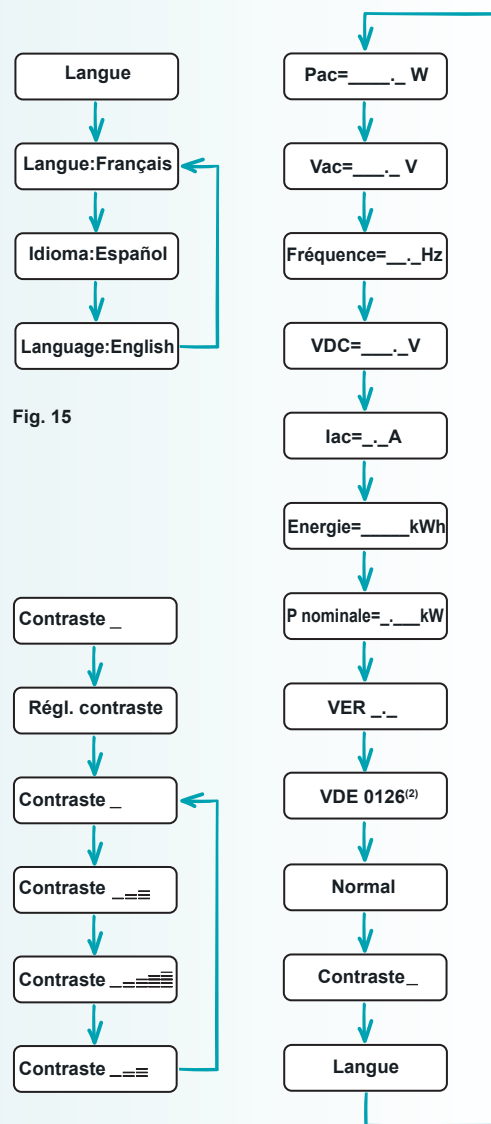

Fig. 16
- Appuyez de manière répétée sur le bouton "Afficheur" jusqu'à l'affichage de l'information "Contraste" accompagnée d'un diagramme à barre sur la droite (Fig. 16).